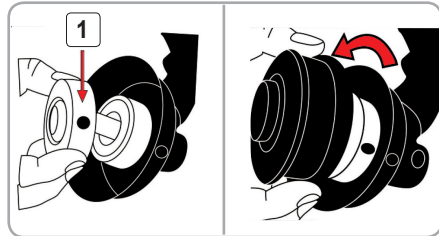

Fig.9
Montarea capului de tăiere cu nailon Fig. 9
- Acesta se fixează pe partea de sus a fișei cu canelură Fig 9 (1).